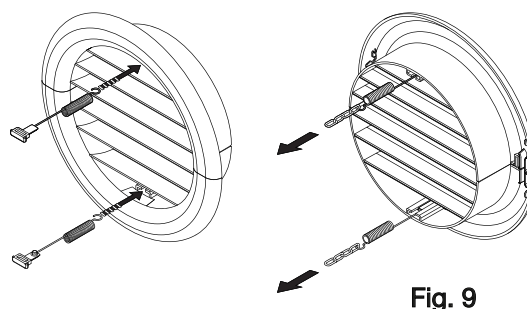

Fig. 9
- För in de två hållarna (med fjädrar), framifrån på utomhusgaller (på två ställen), drag tills det säger "klick" (Fig. 9).